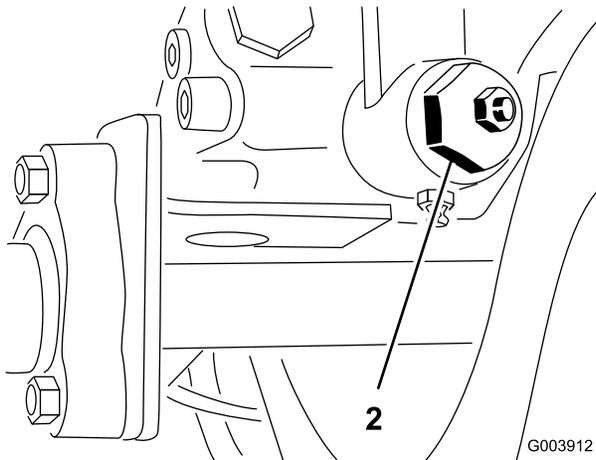

Figure 61
3. Sous le côté droit de la machine, desserrez le contre-écrou sur la came de réglage de transmission (Figure 61).